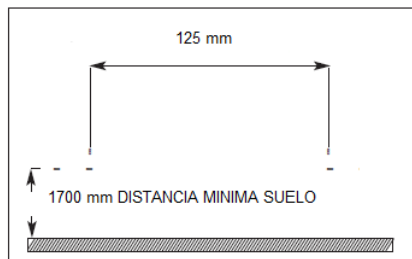

Fig. 2
- Marque a posição dos buracos dos apoios, considerando o recomendado para o chão e a distância entre os suportes fornecidos (Fig.2).